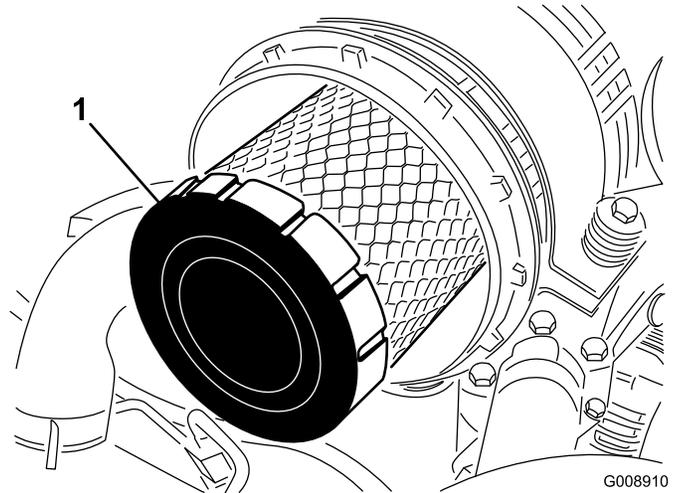

Figura 44
4. Retire e substitua o filtro primário (Figura 44).